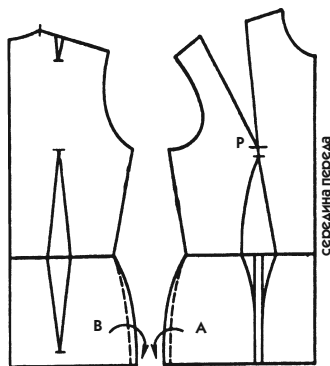

Рис. 69
- по линии бедер на лекалах переда и спинки отметьте необходимое прибавление ширины, разделив эту величину пополам для каждой части лекала (точки А и В на рис. 69);